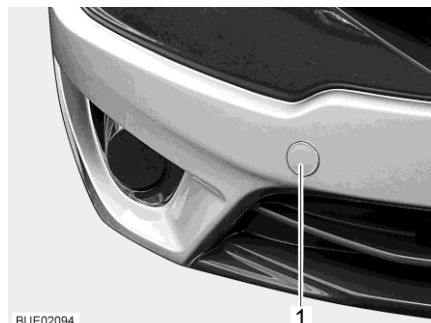

Fig. 59 Copertura per l'alloggiamento dell'occhione di traino (esempio)
- Rimuovere la copertura (Fig. 59,1).